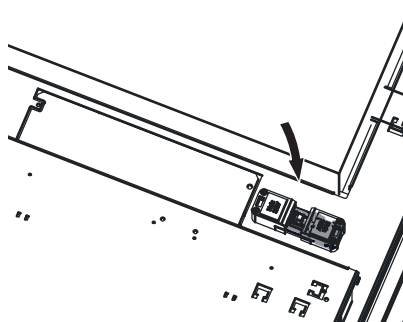

Fig. 63 Staccare la spina di rete dell'apparecchio
- ▶ Togliere assolutamente tensione alla caldaia (ad es. staccando la spina di rete) prima di effettuare qualsiasi lavoro di pulizia o riparazione – Fig. 63.
- ▶ Inserire la spina di rete dell'apparecchio – Fig. 63.